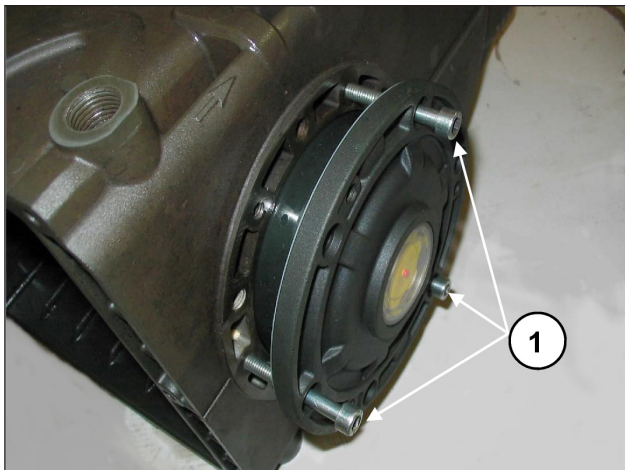

Fig. 8
Antes de montar las tapas laterales asegurarse de la presencia de las juntas tóricas de retención sobre ambas y de las anillas de calce sobre solamente la tapa del lado del testigo. Para facilitar la introducción del primer tramo y de la correspondiente introducción de las tapas sobre el cárter, se recomienda utilizar Nº 3 tornillos M6 x 40 parcialmente roscados, (Fig. 8, pos. ①) para, a continuación, completar la operación con los tornillos incluidos en la dotación (M6x18).